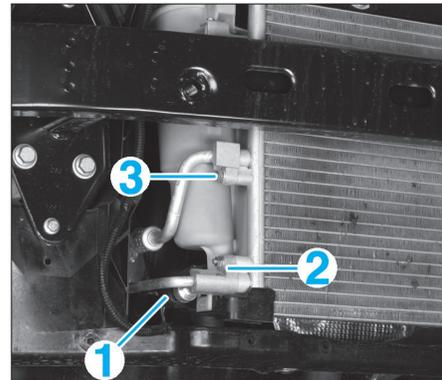

FIG. 6
- Débrancher le connecteur (1) (Fig.6).
- Déposer les canalisations (2) et (3).